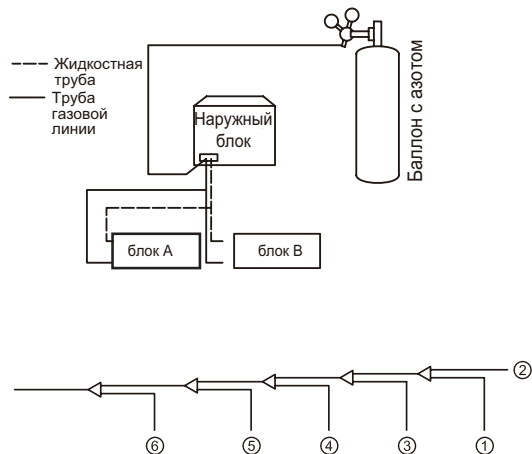

Рисунок 5.28
8. Точно так же продуйте другие отверстия, двигаясь последовательно от блока А к наружным блокам. См. Рисунок 5.28.